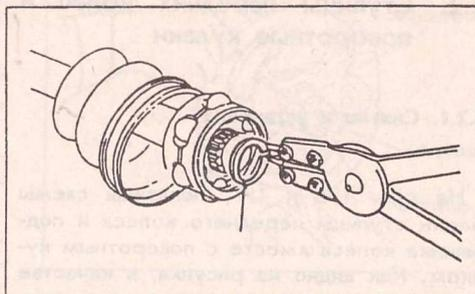

Рис. 193.
- Снять стопорное кольцо на внутренней стороне оси с помощью щипцов (рис. 193) и снять сепаратор подшипника вместе с подшипниками. Обратит внимание на то, как установлены детали. Проверить шарики и сепаратор. При необходимости заменить их. В зависимости от объема ремонта использовать тот или иной ремонтный комплект. Собрать приводной вал в соответствии со следующими указаниями:
- Собрать сепаратор и наружную обойму с шариками в соответствии с направлением, которое они имели до снятия и установить их на вал. Установить на место стопорное кольцо (смотри рис. 193). Проверить правильность положения кольца в канавке.